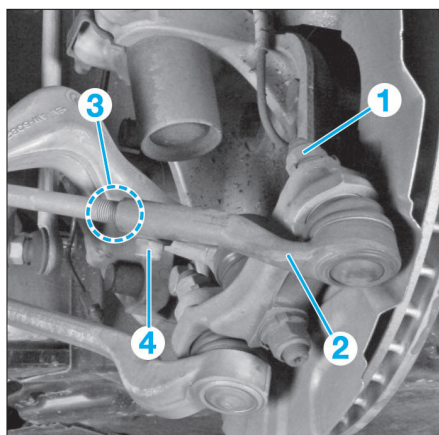

FIG. 11
- Desserrer l'écrou (1), tout en maintenant la rotule au niveau de l'empreinte Torx (Fig.11).
- Désaccoupler les deux rotules de direction au niveau des pivots. Pour cela, déposer de chaque coté l'écrou (1) (Fig.11).